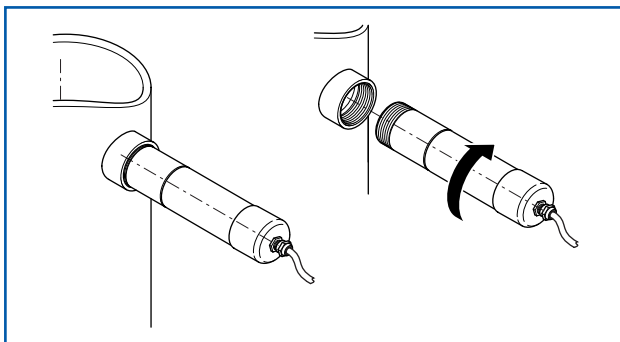

Fig. 3 : Vissé sur un raccord
- vissé directement sur un manchon fileté G 1 1/2" (fig. 3)